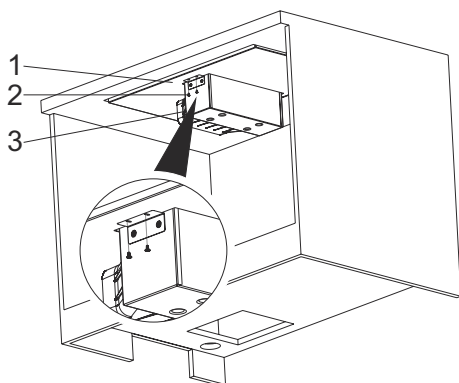

Fig. 11
- 4.** Placér beholderen i hullet midt på kogepladen. Fastspænd den derefter med 3,5 x 9,5 skruer til kogepladen (Fig. 11).